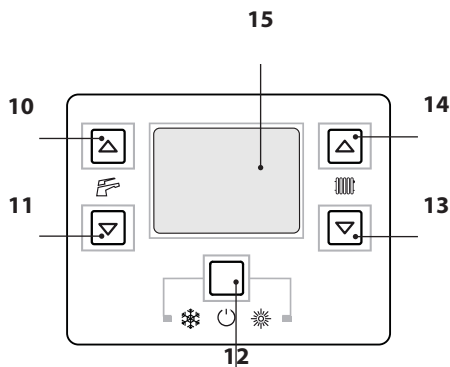
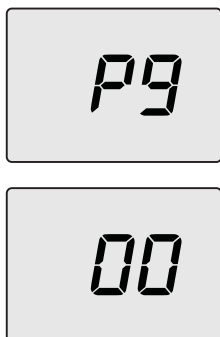

Рисунок 7.2
Рисунок 7.4
- Войдите в "режим программирования", нажав одновременно и удерживая в течение 10 секунд кнопки 12-13-14 (Рисунок 7.2) до появления на ЖК дисплее кода **P01**, который сменяется значением параметра, указывая на вход в "параметр 01" (Рисунок 7.3).
- Нажмите кнопку 13 или 14 (Рисунок 7.2) для просмотра параметров и найдите параметр **P09** ("трубочист") (Рисунок 7.4).
- Нажмите одновременно кнопки 12 и 14, чтобы появилось значение **00** (режим "трубочист" отключен) (Рисунок 7.4). При помощи кнопки 1" или 1# измените значение на **01** (режим "трубочист" активирован при минимальной температуре отопления) и нажмите для подтверждения кнопку 12. На дисплее появится символ **LP**, сменяющийся значением минимальной температуры горячего водоснабжения (Рисунок 7.5).
- При помощи кнопки 13 или 14 (Рисунок 7.2) измените состояние на **hP** (режим "трубочист" активирован при минимальном отоплении) и нажмите для подтверждения кнопку 12. На дисплее появится символ **hP**, сменяющийся значением минимальной температуры отопления (Рисунок 7.6).
- При помощи кнопки 13 или 14 (Рисунок 7.2) измените состояние на **dP** (режим "трубочист" активирован при максимальной температуре горячего водоснабжения) и нажать для подтверждения кнопку 12. На дисплее появится символ **dP**, сменяющийся значением максимальной температуры горячего водоснабжения.
- Войдите в "режим программирования", нажав одновременно и удерживая в течение 10 секунд кнопки 12-13-14 (Рисунок 7.2)
- Нажмите кнопку 14 (Рисунок 7.2) для просмотра параметров и найдите параметр P09 ("трубочист") (Рисунок 7.4).
- Увеличьте или уменьшите значение при помощи кнопки 14 или 13 (Рисунок 7.2). Подождите 3 минуты, пока давление газа стабилизируется, после чего считайте значение на газовом манометре. **Помните, что поступательное движение возможно только в сторону увеличения.**
- Чтобы сохранить значение, нажмите кнопку 11 (Рисунок 7.2) и удерживайте ее в течение 1 секунды.
- Чтобы перейти к калибровке газового минимума, нажмите кнопку 10 (Рисунок 7.2). На дисплее появится символ **S-L**, сменяющийся значением минимальной абсолютной мощности (Рисунок 7.13).
- Увеличьте или уменьшите значение при помощи кнопки 14 или 13 (Рисунок 7.2). Подождите 3 минуты, пока давление газа стабилизируется, после чего считайте значение на газовом манометре. **Помните о том, что поступательное движение возможно только в сторону уменьшения.**
- Нажмите кнопку 10 (Рисунок 7.2), чтобы проверить установленное максимальное значение и, в случае необходимости, измените его, выполнив описанную выше процедуру.
- Нажмите кнопку 10 (Рисунок 7.2), чтобы проверить установленное минимальное значение и, в случае необходимости, измените его, выполнив описанную выше процедуру.